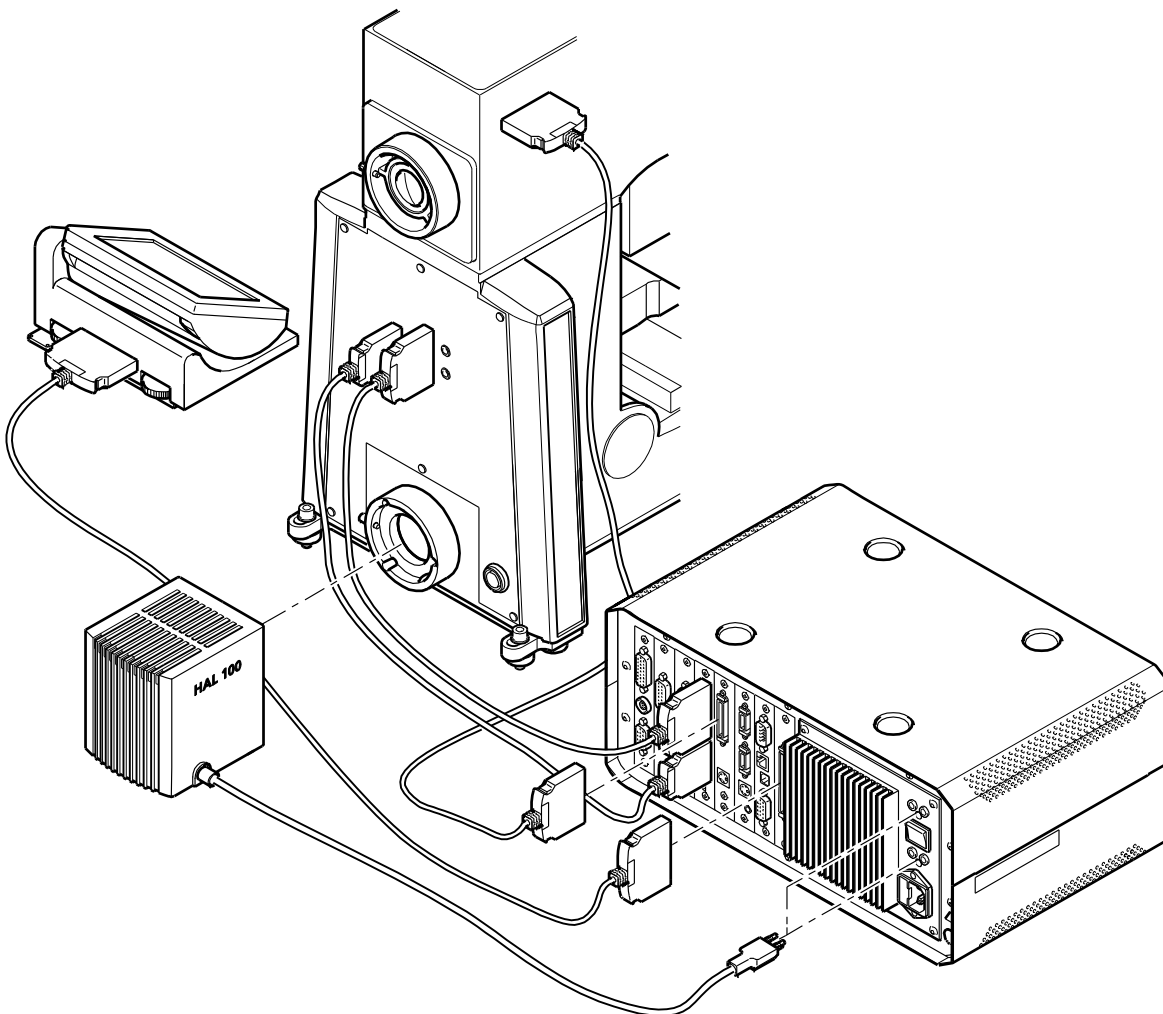

Figure 3-29 Connexion de l'Axio Examiner mot.
- Connecter les deux prises de la partie inférieure du microscope aux prises (Figure 3-29/4 et 5) de l'unité de commande de l'Examiner.
- Connecter les prises de la partie supérieure du microscope aux prises (Figure 3-29/2) de l'unité de commande de l'Examiner.
- Si nécessaire, connecter la station d'accueil à l'unité de commande de l'Examiner (Figure 3-29/3).